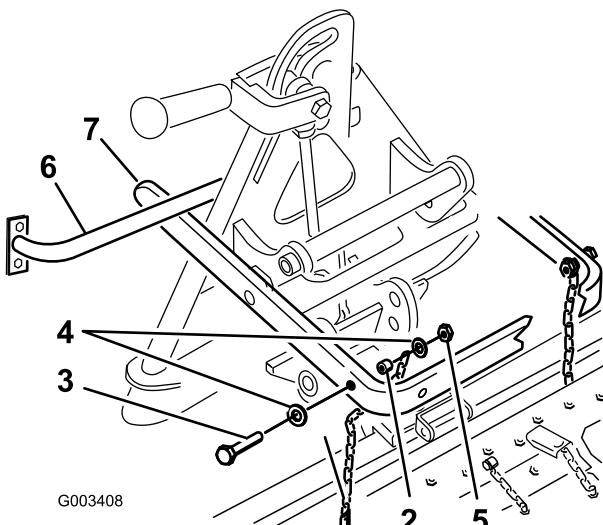

Figure 6
**Important:** Le long bras de l'ensemble bras de levage doit se trouver sous l'ensemble châssis arrière du groupe de déplacement (Figure 6).
5. Fixez le maillon supérieur de chaque chaîne à l'intérieur du bras de levage avec un boulon (3/8 x 2-1/2 pouces), 2 rondelles (3/8 x 7/8 pouce), une entretoise et un contre-écrou (3/8 pouce) (Figure 6).